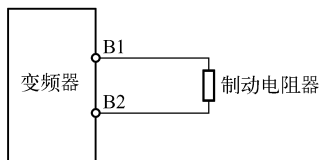

图 4-14 制动电阻器的连接
⑨ 制动电阻器的连接（例如主体安装 3G3IV-PERF 型），如图 4-14 所示。